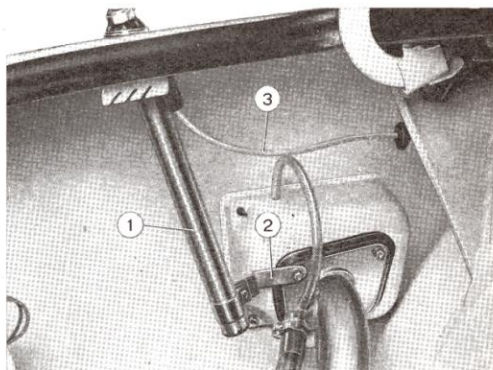

Abb. 126. - Einbau der Antenne.
- den unteren Bügel an eine Stiftschraube der Dichtung am Benzineinfüllstutzen befestigen (2, Abb. 126). Dazu die mitgelieferte Beilagscheibe verwenden;
- das Antennenkabel hineinstecken (3, Abb. 126) und durch das in der Trennwand zwischen Kofferraum und Fahrgastraum befindliche Loch in das Wageninnere führen und unter der hinteren Sitzbank und unter der Bodenverkleidung bis zum Stecker am Radio verlegen.